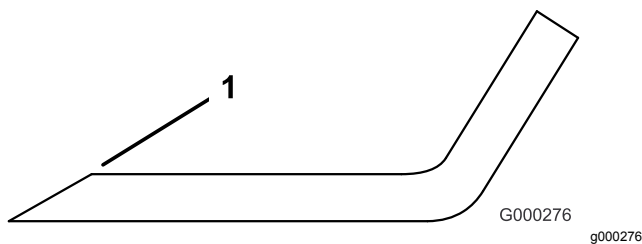

**Bild 130**
2. Prüfen Sie die Schnittkanten des Messers sorgfältig, insbesondere dort, wo die geraden Flächen die gebogenen berühren (Bild 130).
**Hinweis:** Da Sand und anderes reibendes Material das Metall abschleifen kann, das die flachen mit den gebogenen Teilen verbindet, müssen Sie das Messer vor jedem Einsatz des Rasenmähers prüfen. Wenn Sie Abnutzungen feststellen (Bild 130), sollten Sie das Messer auswechseln.